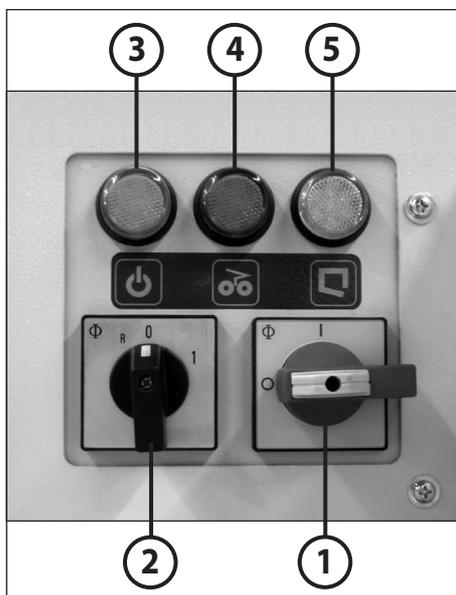

fig. 7
1. Enclencher le commutateur principal (1) (position "1").
2. Positionner le commutateur rotatif (2) en position "1" (fig. 7).
## ELEMENTS DE COMMANDE (Fig. 7):
**Remarque:** Le relais multifonctions est automatiquement réinitialisé à chaque mise sous tension de la machine. Cela est indiqué par le clignotement pendant quelques secondes des deux voyants de contrôle 4 et 5 (figure 7).